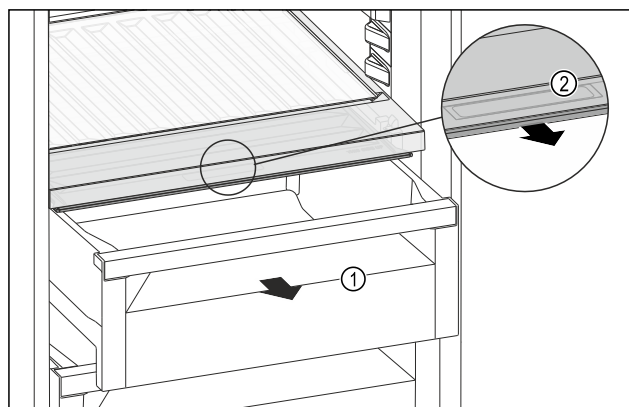

Fig. 107
- ▶ Zásuvku Fig. 107 (1) vytáhněte.
- ▶ Uchopte prohlubeň pro rukojeť Fig. 107 (2) na víku zásuvky a současně zatáhněte za víko zásuvky směrem dopředu.